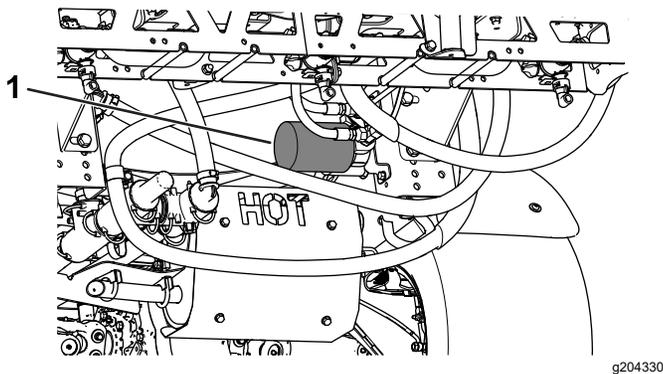

Bild 58
4. Entfernen Sie den Filter (Bild 58).